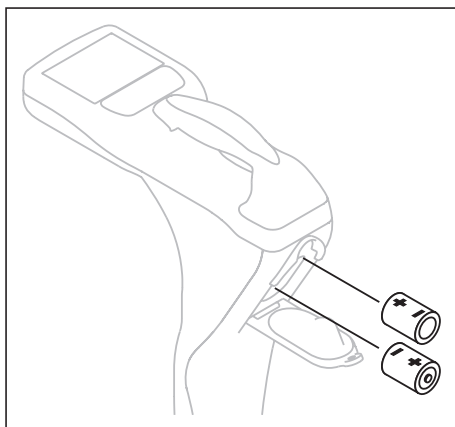

Fig. 13: Cambio de las pilas en el receptor - Polaridad de las pilas
3. Coloque las pilas nuevas, asegurándose al hacerlo de que la polaridad sea la correcta (fig. 13).